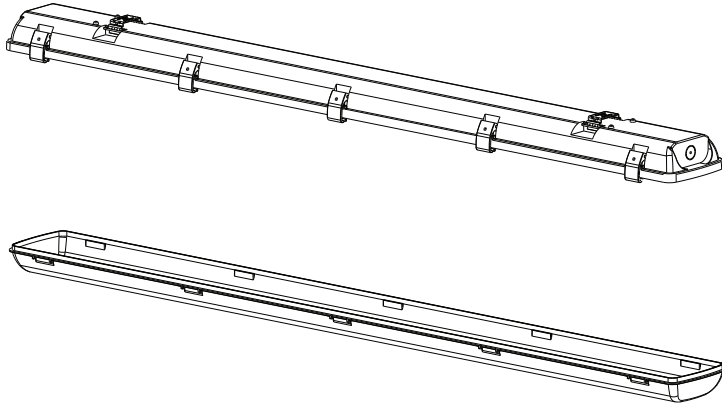

FIG. 1
1. Détacher les pinces des deux côtés du luminaire (modèle de 122 cm (4 pi) illustré). Enlever la lentille pour accéder au réceptacle USB-C à côté de la plaque LED (voir Fig. 1).